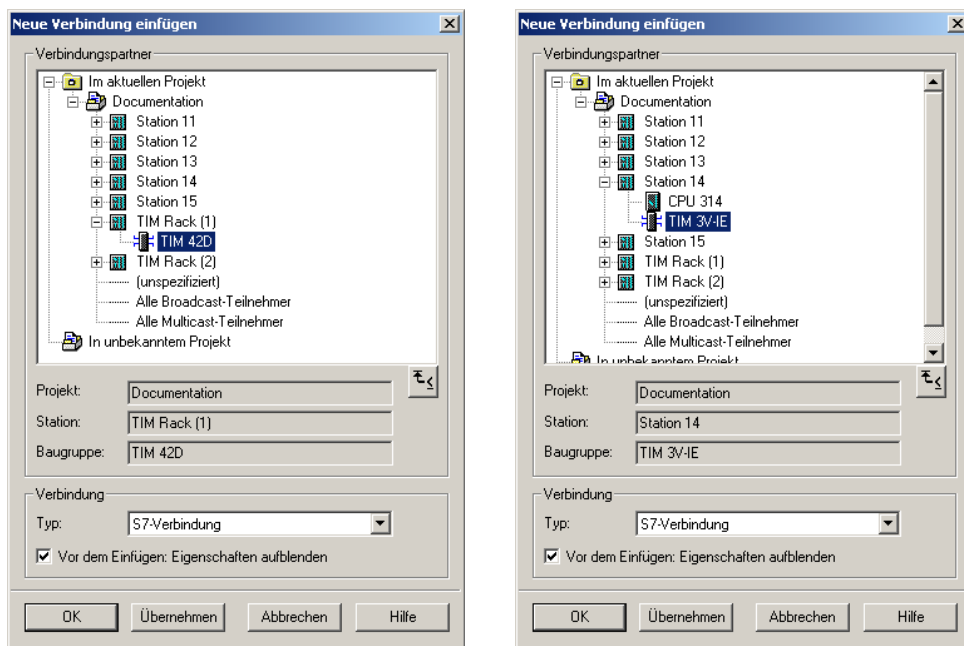

Bild 2-14 NetPro – Dialog *Neue Verbindung einfügen*
Nach Anwahl der Option *Neue Verbindung einfügen* öffnet sich der Dialog *Neue Verbindung einfügen* (siehe Bild 2-14), der Ihnen die möglichen Verbindungspartner in Ihrem Projekt anzeigt.
1. Selektieren Sie pro Verbindung aus dem Objektbaum *Verbindungspartner* den jeweiligen Verbindungspartner. Der Verbindungspartner ist immer die lokale TIM, siehe Bild 2-14.